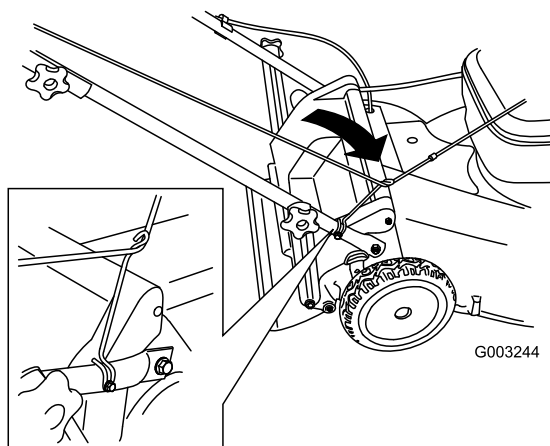

Figura 24
3. Pase la cuerda del arrancador alrededor de la guía de cuerda inferior (Figura 24).